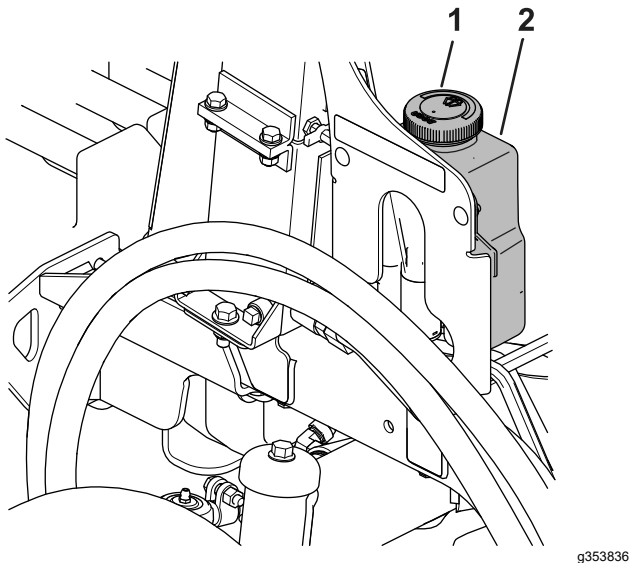

Figure 90
1. Enlevez le bouchon (Figure 90) du réservoir.